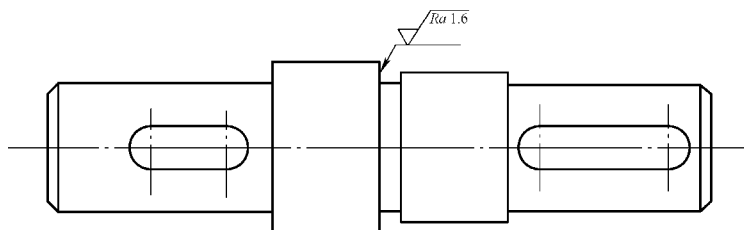

图 7-20 属性值标注
8) 插入带属性的图块。返回绘图区中, 根据命令行提示指定插入基点后输入属性值, 效果如图 7-20 所示, 其命令行操作如下: